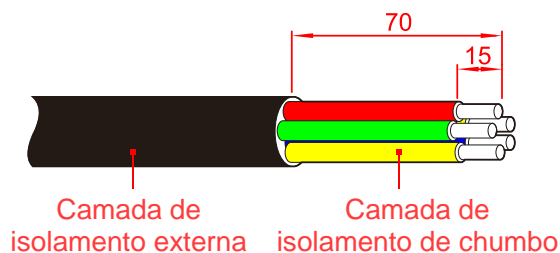

Figura 3-23 Descafe o fio de saída de CA (unidade: mm)
- Etapa 1 Remova a camada de isolamento externa do cabo CA por cerca de 70 mm, remova a camada de isolamento dos fios internos por cerca de 15 mm, conforme mostrado na Figura 3-23.